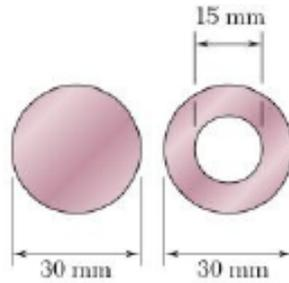

Figura 8
10. Uma barra, de seção circular cheia com diâmetro de 30 mm, está submetida à compressão. Para reduzir o peso da barra em 25%, a seção cheia foi substituída por uma seção vazada como mostrado na Figura 8. Considerando  $E = 105 \text{ MPa}$ , determine a redução percentual da carga crítica.